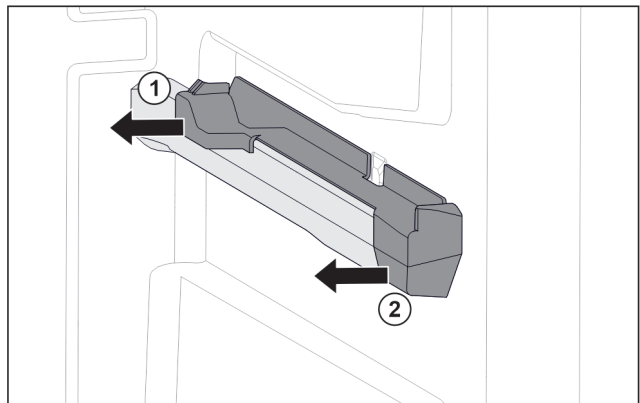

Fig. 77 Insteekelement op rechter containerrib
- Insteekelement achter naar de zijkant toe eraf trekken. Fig. 77 (1)
- Insteekelement voor naar de zijkant toe eraf trekken. Fig. 77 (2)